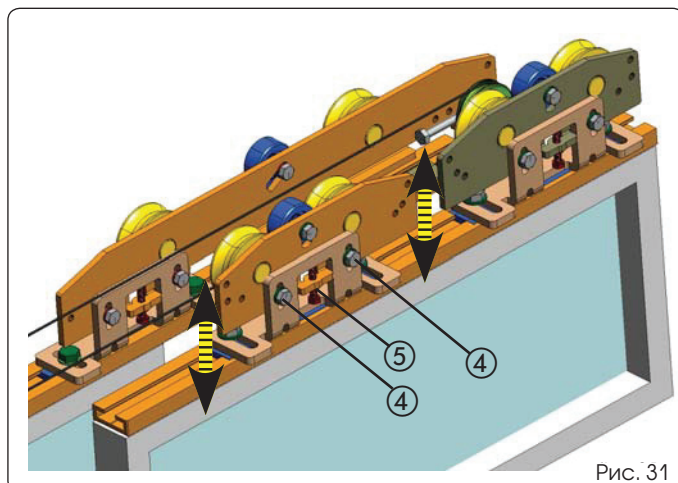

Рис. 31
- Слегка ослабьте два винта М6 (рис. 31, поз. 4).
- Поверните винт (рис. 31, поз. 5) по часовой стрелке, чтобы приподнять створки, или против часовой стрелки, чтобы их опустить.